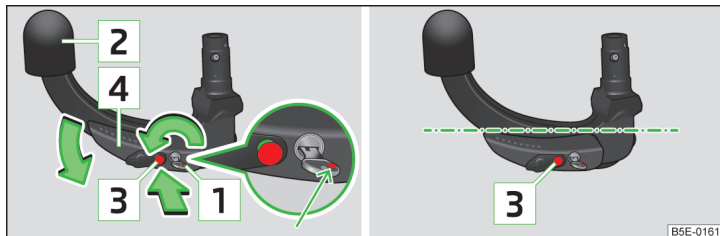

Fig. 119 Ajustar posición de reserva/Posición de reserva
- Gire la llave de modo que su marca roja **1** » fig. 119 sea visible.